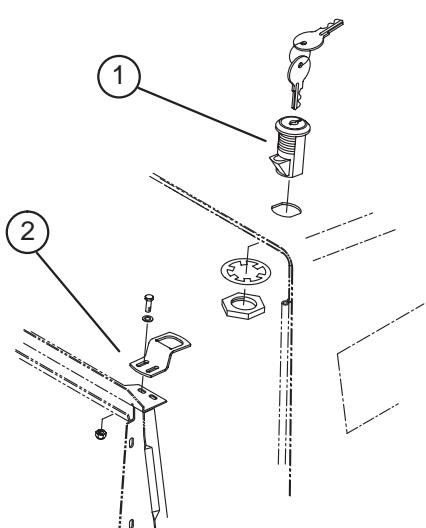

図4
3. 錠を取り付ける(ロックワッシャ、ナットを使用する)。錠のラッチがマシン側に向くように取り付ける(図4)。